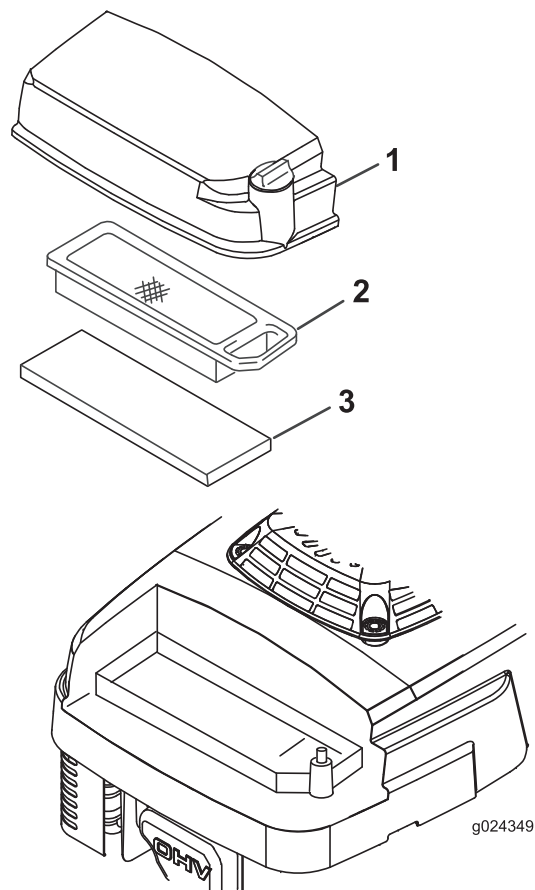

Figura 20
3. Afloje el tornillo de la tapa del limpiador de aire (Figura 20).
5. Retire e inspeccione el filtro de aire de papel (Figura 20), y cámbielo si está excesivamente sucio.
6. Retire el pre-limpiador de gomaespuma (Figura 20) y lávelo con un detergente suave y agua, luego séquelo apretando suavemente con un paño.